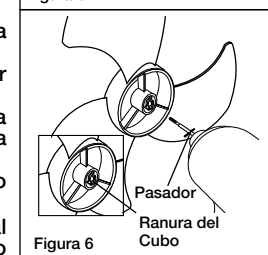
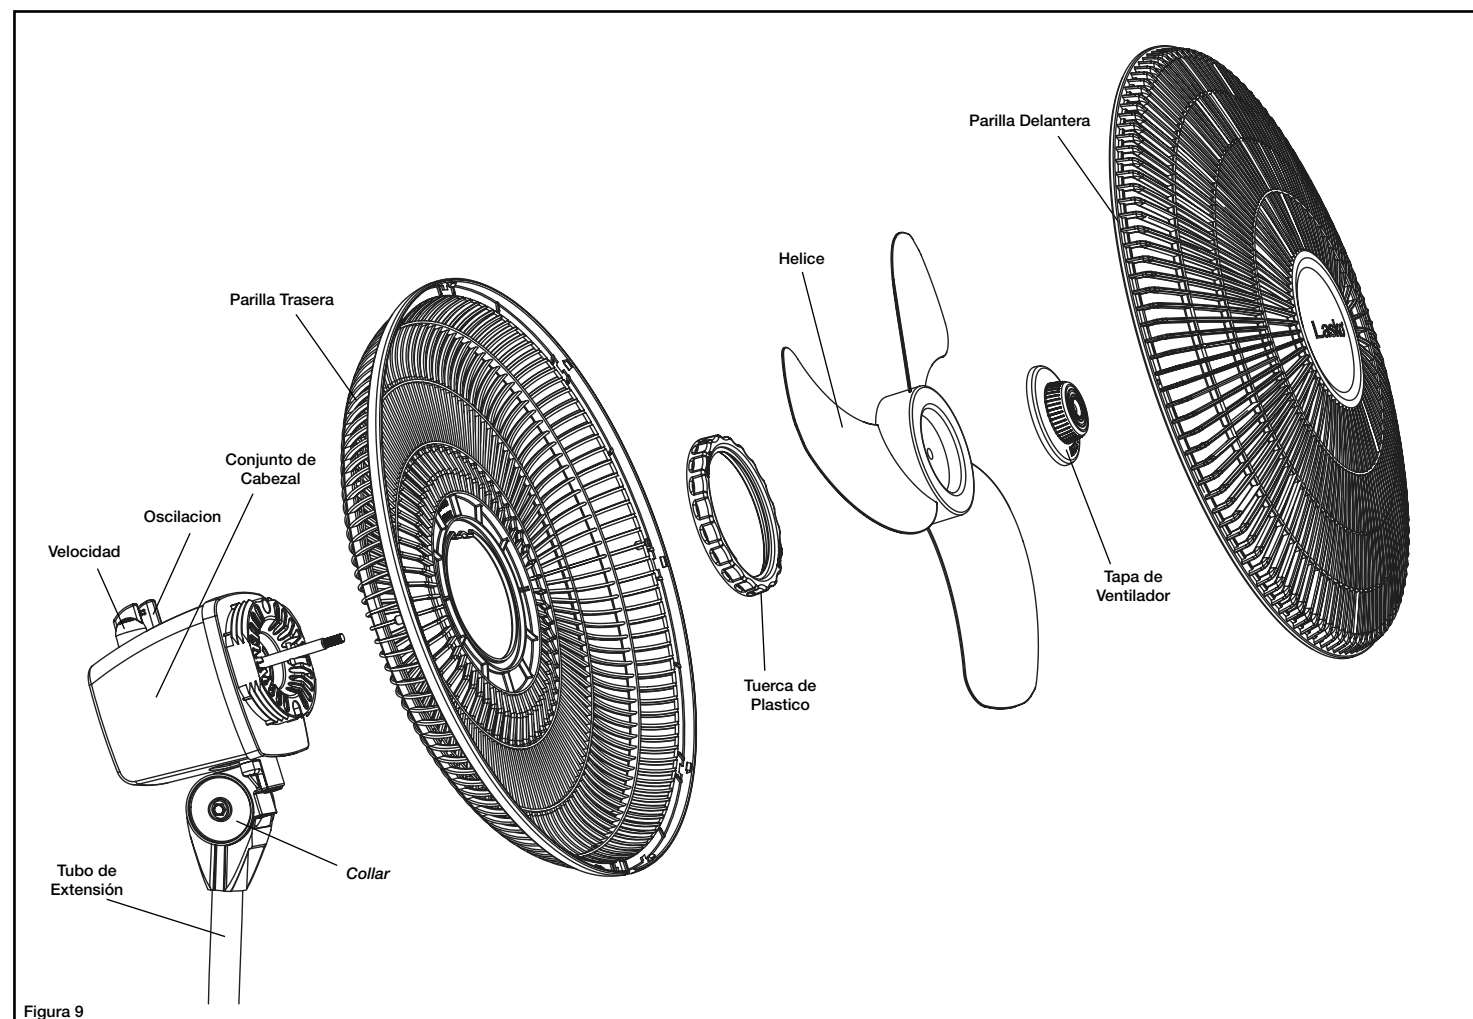

Figura 6
Figura 9
7. Coloque el Conjunto de Cabezal con el Collar en el Tubo de Extensión. (Figura 9)
9. Inclinar la Cabeza del Ventilador hacia atrás. Coloque la Rejilla Trasera en el Motor. (Figura 9)
10. Alinear la lengüeta de la Rejilla Trasera con la ranura en la parte superior de la cubierta delantera del Motor. (Figura 9) Alinear la Ranura Del Cubo de la tapa con el Pasador del eje del motor. (Figura 6)